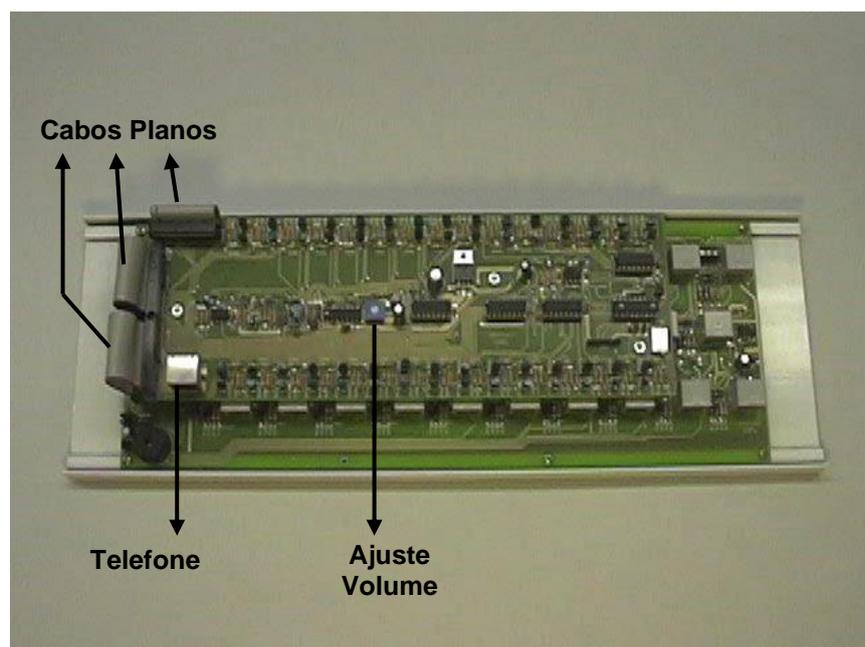

Figura 7 – Placa de Voz no Painel
- j. Se o Sistema de Chamada for configurado com Viva-Voz, reinstale a placa de voz e, em seguida, conecte o cabo vindo do telefone ao soquete RJ-45 localizado na placa de voz. Veja a **Figura 7** abaixo.